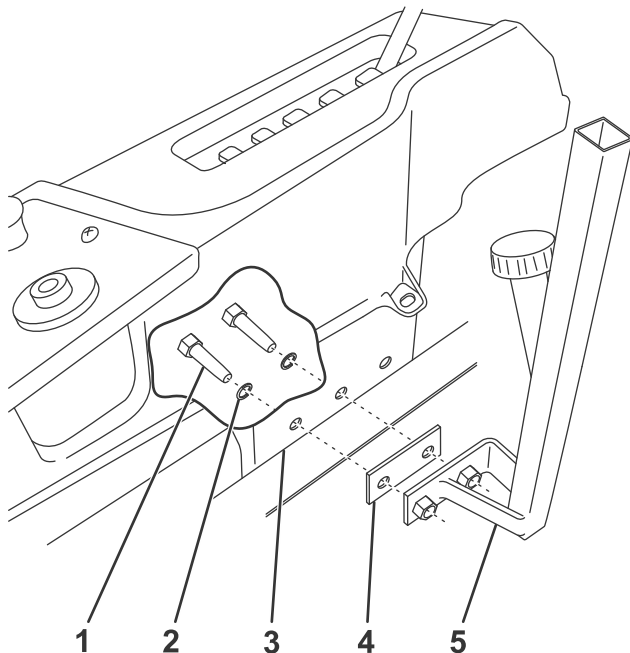

Bild 1
4. Befestigen Sie die Aufnahmehalterungen an den vorderen beiden Bohrungen im Rahmen mit zwei Schrauben ( $\frac{1}{2}$ " x  $1\frac{1}{8}$ " ) und Sicherungsscheiben (Bild 1). Wenn Ihre Maschine nicht mit einem Überrollbügel ausgestattet ist, setzen Sie die Distanzplatte ein, wie in Bild 1 dargestellt.